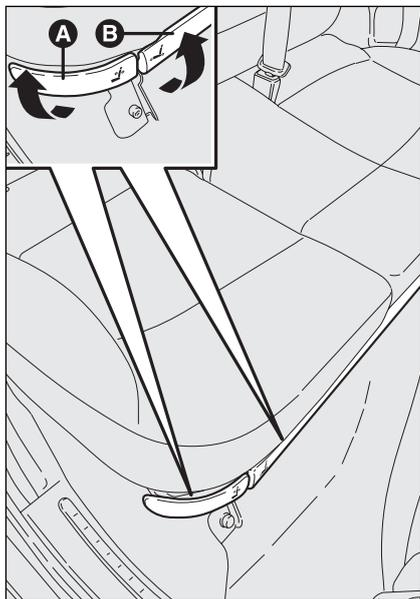

fig. 98
- agendo sulla leva **B-fig. 98** regolare il sedile nella posizione desiderata (ad es. tutto avanti se si vuole ottenere un ampliamento massimo del bagagliaio);